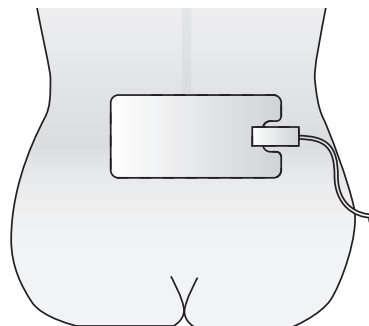

Abbildung 4-6. Indifferente Elektrode im unteren Rückenbereich
- a. Achten Sie darauf, dass das Kabel der indifferenten Elektrode seitlich in Richtung des HF-Generators weggeführt. Platzieren Sie dann die indifferente Elektrode horizontal quer über der Taille auf dem Rücken (unmittelbar über den Gesäßbacken, siehe Abbildung 4-6).